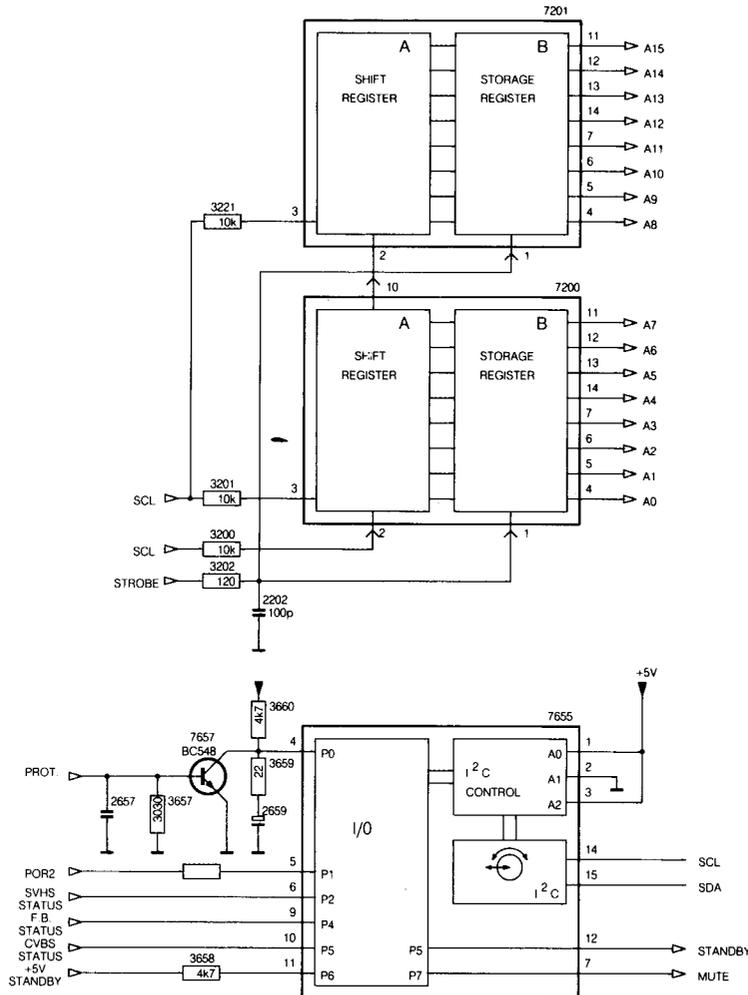

Fig. 3.1
3.1 I²C-Bus-Interface (siehe Abb. 3.1)